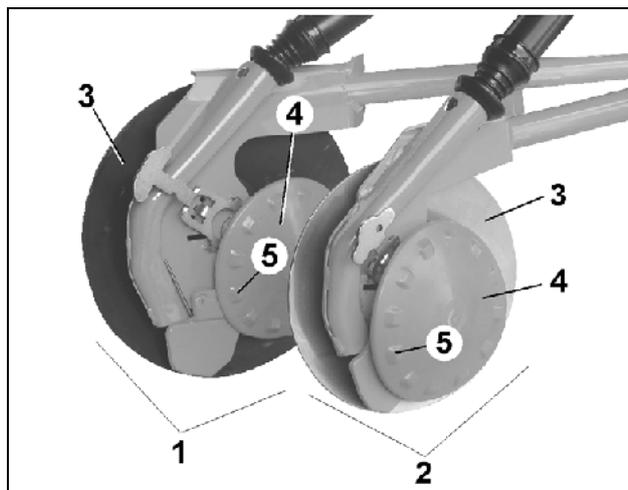

Fig. 19
- RoTec (Fig. 19/2)
- RoTec + (Fig. 19/1)
Le RoTec **AMAZONE** est conçu pour le semis après labour et le semis mulch. Le sillon est formé par le disque en acier et le corps en fonte. La face interne du disque est nettoyée par le disque souple en polyuréthane (PU) (Fig. 19/4), qui est ici pressé contre le disque en acier. Les plots limiteurs (Fig. 19/5) contribuent à l'entraînement.
Le disque en polyuréthane (Fig. 19/4) sert également à limiter la profondeur en roulant sur le sol et à limiter la profondeur de pénétration dans le sol du disque en acier. La profondeur de pénétration se règle sur trois positions, de 2 à 4 cm (chap.). Le disque de limitation de profondeur peut être enlevé sans outils pour un semis à une profondeur supérieure à 4 cm.